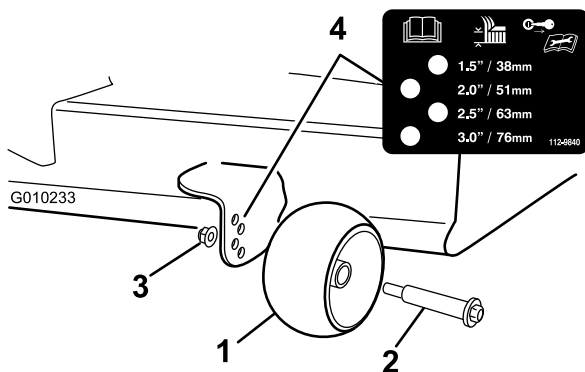

Figure 16
3. Réglez les galets anti-scalp montrés à la Figure 16 à la position correspondant le mieux à la position de hauteur de coupe.